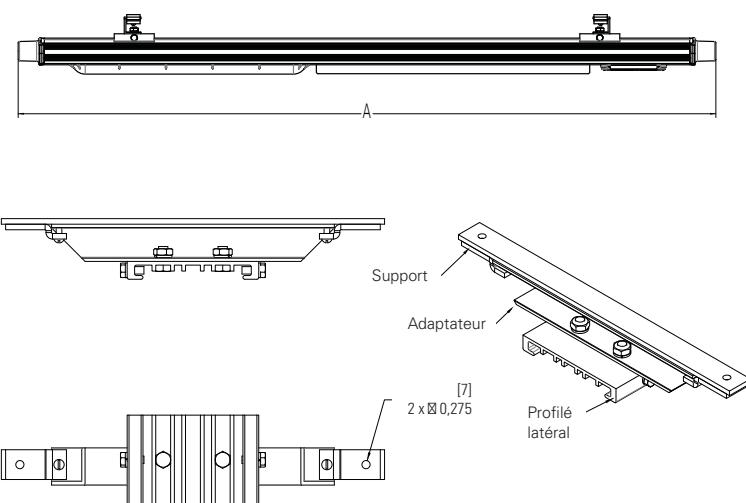

Figure 7. Détails de la trousse de montage MagnaPro MP1054MTK
- Installer un (1) adaptateur de profilé avec support coulissant sur chaque support MP1054MTK. Faire glisser le côté long de l'adaptateur de profilé dans les fentes du support, puis serrer les deux (2) vis cruciformes aux extrémités de chaque support MP1054MTK. S'assurer que les supports coulissants sont parallèles (voir la figure 7).
- Le luminaire peut maintenant être installé. Il est fortement recommandé que deux (2) professionnels qualifiés réalisent le montage final du luminaire, afin d'éviter des blessures corporelles ou des dommages au luminaire.
- Serrer à fond les deux (2) vis de pression de 1/4 po sur chaque support coulissant (voir la figure 7). Serrer à un couple de 8,8 N.m (78 lb-po).